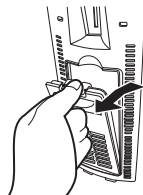

Figura 1
1. Presione la pieza elástica que se encuentra en la parte superior del filtro atrapapelusas para liberar la lengüeta de la cubierta del filtro y entonces jale el filtro hacia afuera para retirarlo. (Figura 1).